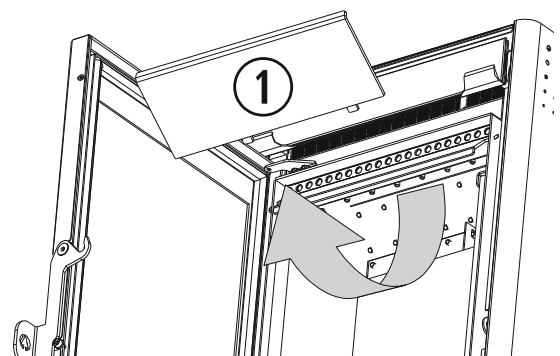

Abbildung 20
Der Feuerraum (②) der Ofenmodelle *Creta* (Abbildung 20) und *Moon II* muss einer gründlicheren Reinigung unterzogen werden. Dazu die obere Platte des Feuerraums nach oben drücken (①), bis sie sich aus den Rastnasen, die sie an der Mittelplatte befestigen, löst und die Platte abziehen. Nach Abschluss der Arbeiten, obere Platte wieder anbringen. Dabei darauf achten, dass die Rastnasen richtig einrasten.
①	Obere Platte des Feuerraums
②	Wärmetauscher